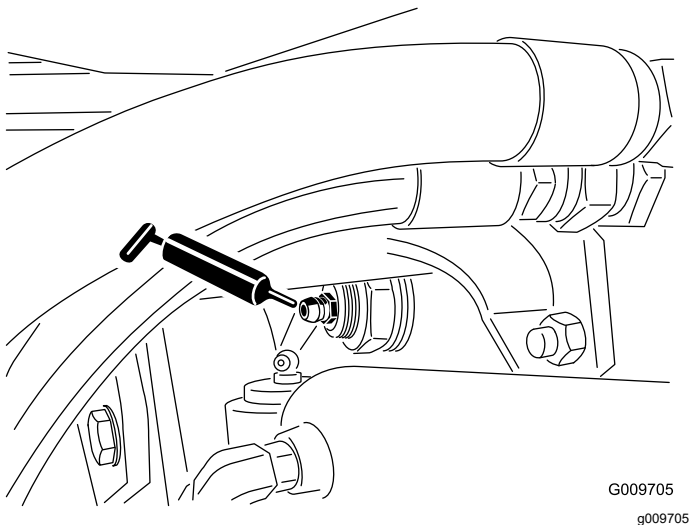

Bild 51
- Hinterachsen-Drehbüchsen (2), wie in Bild 51 abgebildet